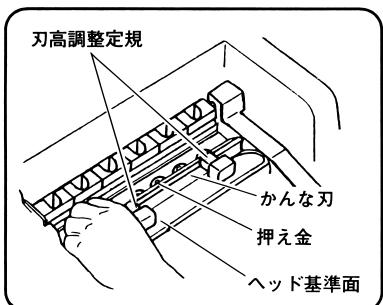

図 40
(4) 付属の刃高調整定規でかんな刃を押し入れ、ヘッドの基準面に刃高調整定規 2 個を取付けます。（図 40）